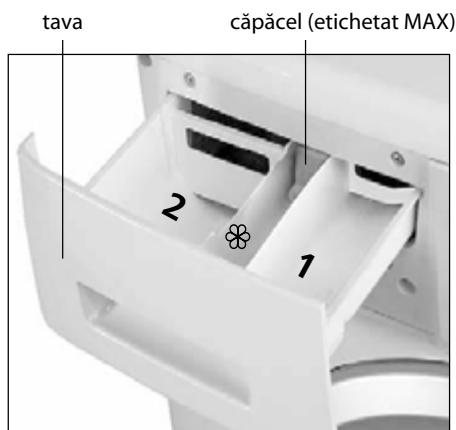
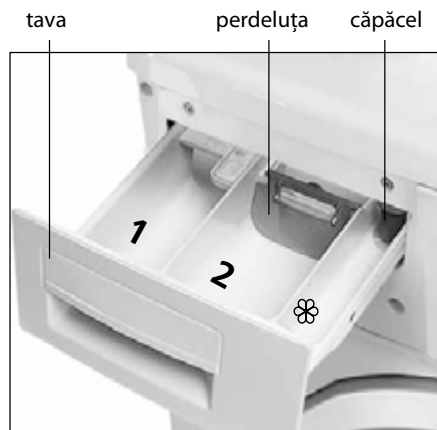
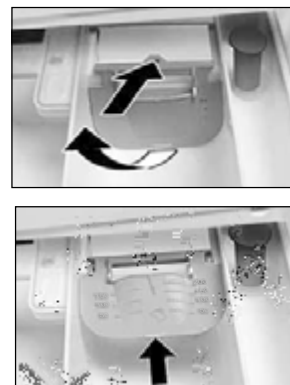

Figura 14
Figura 15
Figura 16
6.2.6 Înainte de a utiliza detergenți sub formă de pulbere în tava așa cum se arată în Figura 15, trebuie să deschideți declanșatorul așa cum se arată în Figura 16: apăsați pe fila pe ea și transferați-o în poziție orizontală, apoi împingeți pana la capăt în direcția indicată de săgeată.
6.2.7 Când alegeți funcțiile suplimentare , se recomandă să utilizați numai detergenți praf, care sunt plasate în împărțiturile 1 și 2, în conformitate cu Figura 14, 15.
În mașina cu o tavă așa cum se arată în Figura 15, înainte de a utiliza detergentul lichid este necesar a transfera declanșatorul în poziție verticală: împingeți-l spre sine pana se oprește și lasați.
6.2.9 Supradozajul substanțelor de tratament special în împărțitura ☼ (mai sus de MAX marcat pe capac așa cum se arată în Figura 14 sau eticheta de pe partea laterală a împărțiturii, în conformitate cu Figura 15), precum și intrarea lor în împărțitura vecină reduce calitatea de spălare.